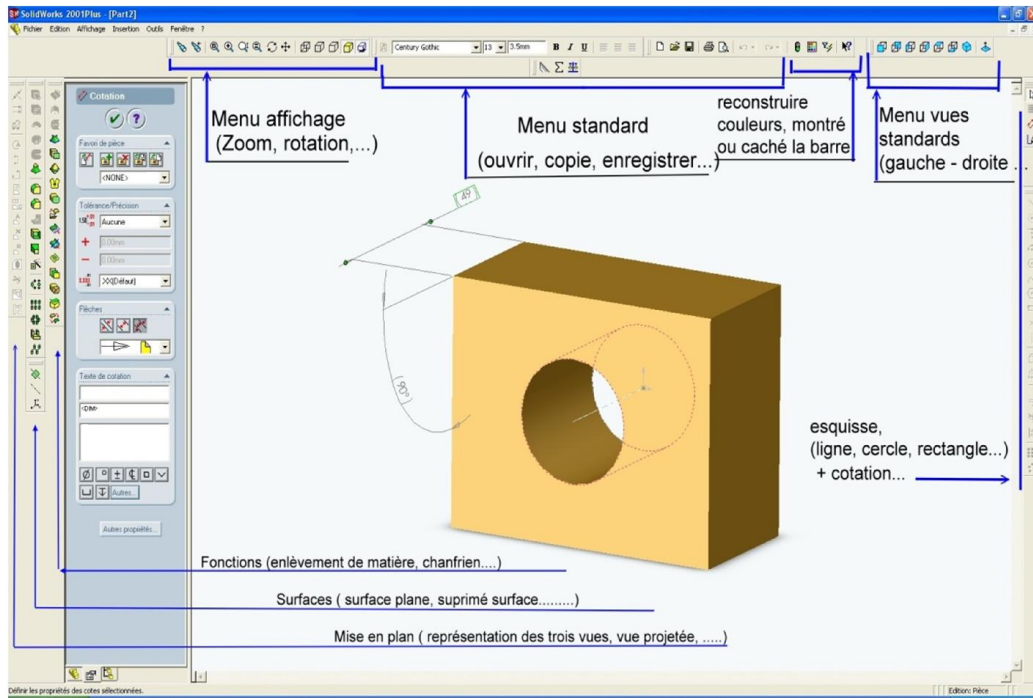
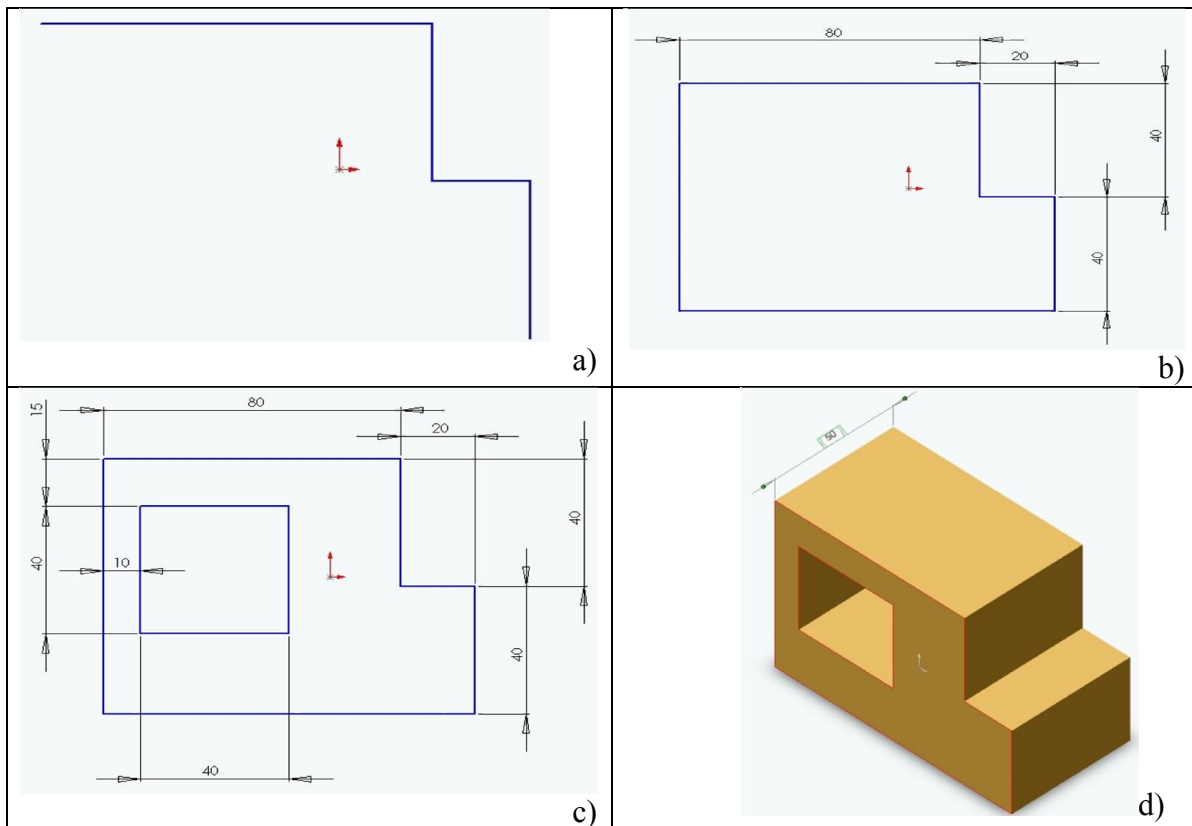

Fig. 7.3. Exécution de SOLIDWORKS
Fig. 7.4. Exemple d'une pièce réalisée sur SOLIDWORKS
Pour entamer un nouveau projet, on clic sur , *SOLIDWORKS* s'exécute (Fig. 7.3).
Reproduire les étapes suivantes (Fig. 7.4) afin d'obtenir la pièce de la Figure 7.3.
7.1.2.3. Travaux Pratiques Socle de Perceuse (Fig. 7.4)